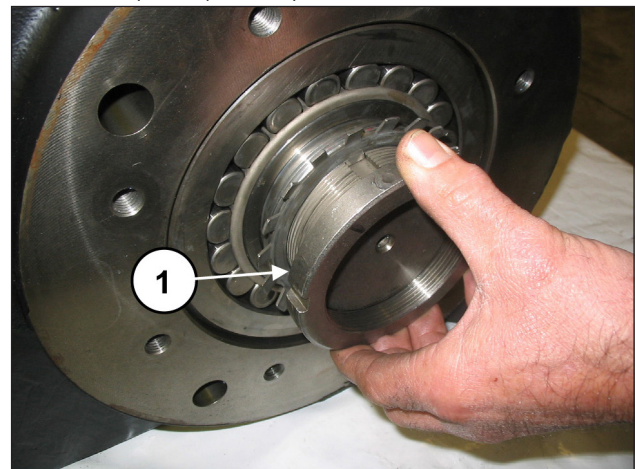
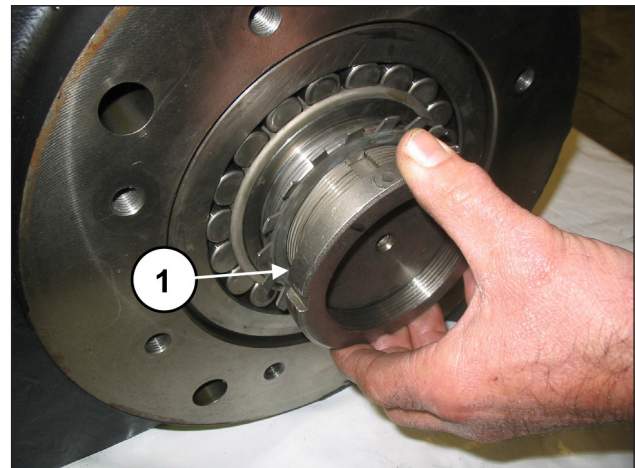
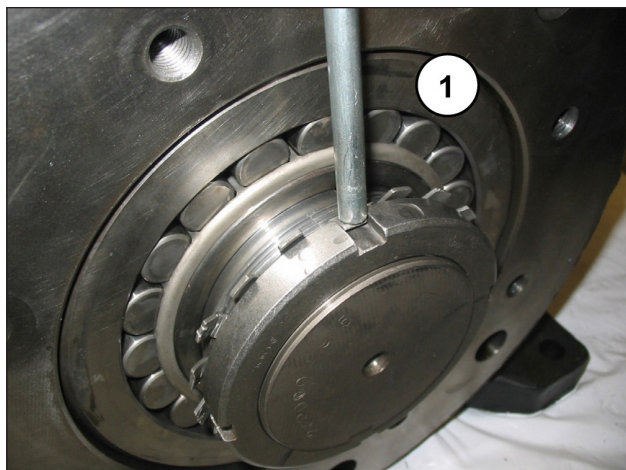

Abb. 53
Abb. 54
Abb. 55
Lösen Sie die Nutmutter, setzen Sie die Sicherungsscheibe ein (Pos. ①, Abb. 53) und drehen Sie dann die Nutmutter wieder fest (Pos. ①, Abb. 54), biegen Sie daraufhin die Sperrlasche der Scheibe um (Pos. ①, Abb. 55).